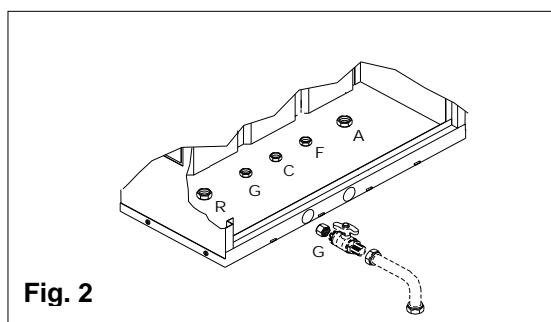

Fig. 2
2. Predisporre i raccordi $\frac{3}{4}$ " e $\frac{1}{2}$ " femmina a saldare per gli attacchi idrici e gas sul fondo del box; vi è anche la possibilità di predisporre l'attacco gas dall'esterno inserendo, prima dell'ingresso della tubazione gas nel contenitore, una valvola di intercettazione gas (fig. 2);
2. svitare le viti di fissaggio e rimuovere il pannello frontale del modulo contenitore (fig. 2);
- Per agevolare il montaggio la caldaia è dotata di un Kit di raccordi idrici (fig.2);